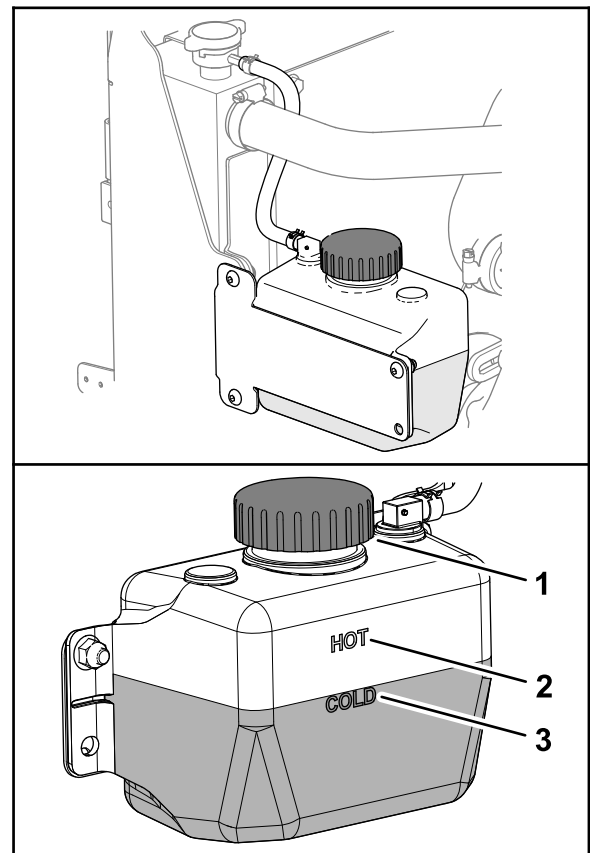

Figura 139
3. Verificați nivelul lichidului de răcire din rezervor (Figura 139).